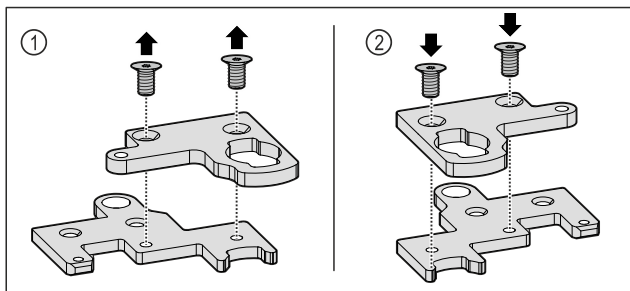

Fig. 34
- ▶ Võtke kaheosaline šarniirgurik lahti. Fig. 34 (1)
- ▶ Pange kaheosaline šarniirgurik 180° pööratult jälle kokku. Fig. 34 (2)